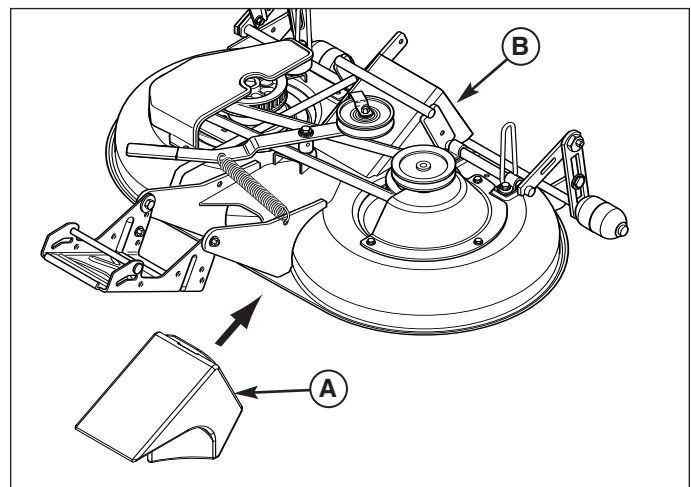

Figure 13. Pose du bouchon de mulch
3. Introduire le bouchon de mulch (A, Figure 13) dans l'éjecteur (B) par le dessous de la plate-forme de tondeuse.